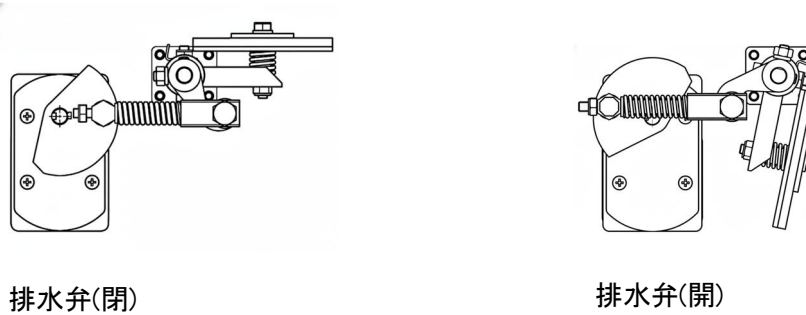

図8-14
3) 排水弁の動作確認 (図8-14、15)
- ・ ②蝶ナットを緩め、①掃除口フタを外します。